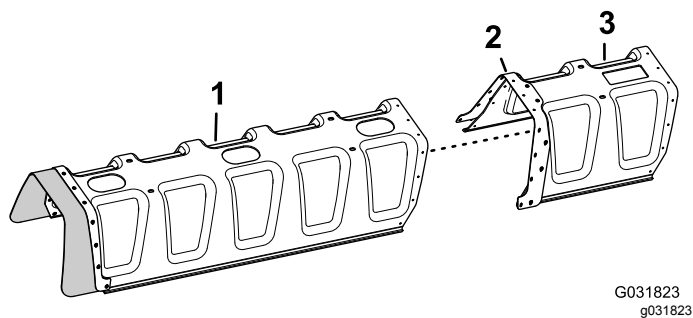

Figura 147
3. Alinhe os orifícios na placa de reforço (fila dupla) na extensão da cobertura com os orifícios na extremidade da cobertura da rampa de 11 bicos (Figura 147).